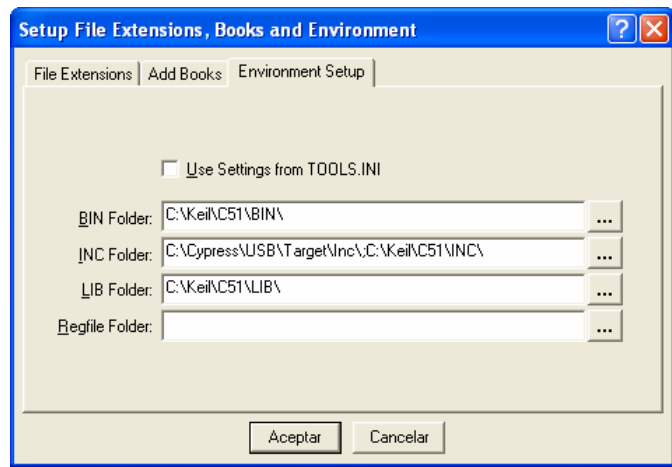

Figura 2.4
4.- En la opción **Project/File Extensions, Books and Enviroment setup** añadir la siguiente ruta de los archivos de las bibliotecas del dispositivo (Figura 2.4):